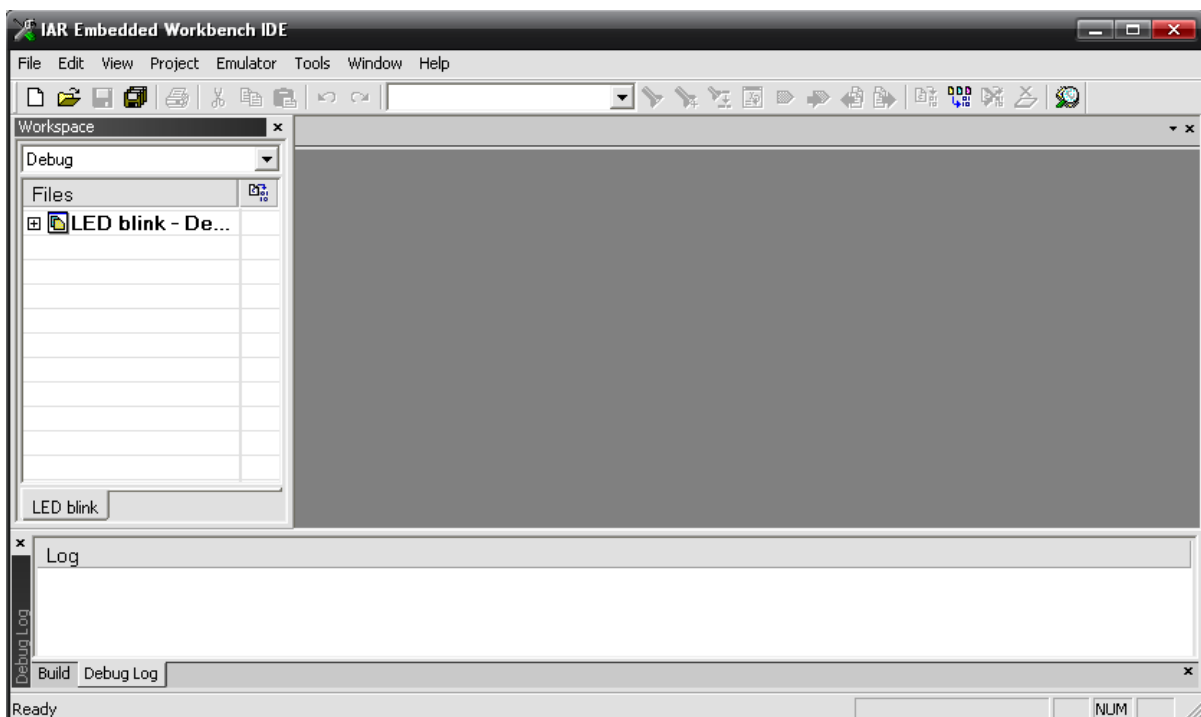

Рисунок 1.3 – Вікно Workspace
3. У вікні середовища розробки, зліва, повинно з'явитися вікно Workspace, воно відображає файли проекту. Якщо вікна немає, необхідно вибрати View → Workspace. Серед файлів можна побачити файл LED Blink (рис. 1.3). Клацнути по ньому правою кнопкою мишки і вибрати Options.